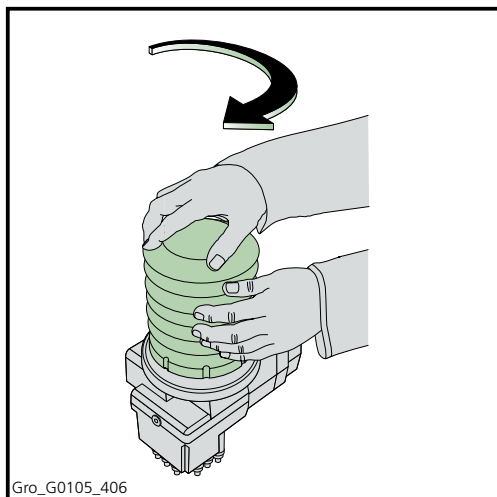

Fig 4.7 Inserimento della nuova cartuccia del grasso
4. Prendere la nuova cartuccia del grasso, rimuoverne il tappo a vite e lasciarvi il sigillo in carta metallica. Inserire la cartuccia sulla pompa e ruotarla verso destra (in senso orario) avvitandola sulla pompa (Fig 4.7). Il sigillo in carta metallica verrà automaticamente rimosso quando la cartuccia viene avvitata sulla pompa.